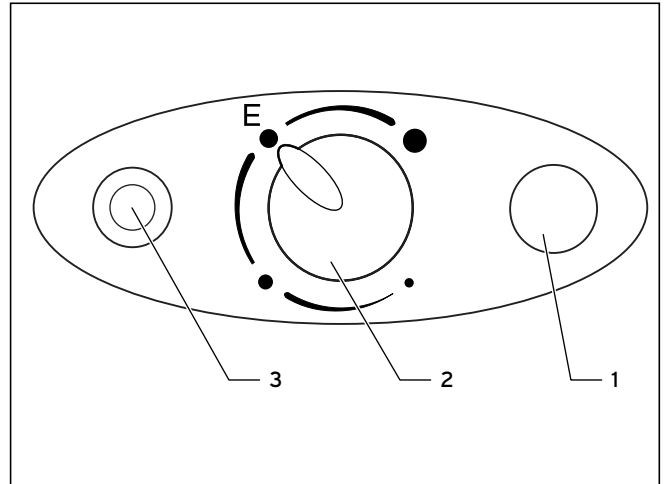

Abb. 4.2 Bedienungsblende
In Netzen mit Niedertarifen (Schwachlasttarifen) kann der VEH exclusiv/pro in Zweikreis-schaltung angeschlossen werden. In Niedertarifzeiten wird dann die Grundlast vom Elektrizitätsversorger eingeschaltet. Der Temperaturregler schaltet die Heizleistung während dieser Zeit selbstständig ein und aus. Bei Bedarf wird durch Betätigen der Taste (3, Abb. 4.2) die „Schnellaufheizung“ des VEH exclusiv/pro aktiviert. Mit Erreichen der gewählten Wassertemperatur schaltet die Schnellheizung aus und nicht wieder ein. Der Betrieb des VEH exclusiv/pro wird während der Schnellaufheizung mit der gelben Signallampe angezeigt.
Der VEH exclusiv/pro heizt den Wasserinhalt nach Betätigung der Taste (3, Abb. 4.2) einmalig auf. Die gelbe Signallampe leuchtet während dieser Zeit. Jeder Aufheißvorgang muss durch Drücken der Taste (3) separat eingeschaltet werden.